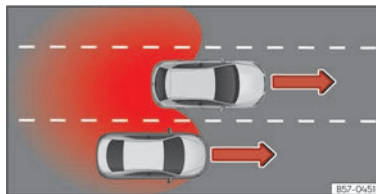

Abb. 130 Überholen auf der mittleren Spur und anschließender Wechsel auf die rechte Fahrbahn.
- Bei Überholung eines anderen Fahrzeugs » » (Abb. 130) mit einer Geschwindigkeitsdifferenz von ca. 10 km/h (6 mph). Erfolgt die Überholung wesentlich schneller, erfolgt keine Anzeige.